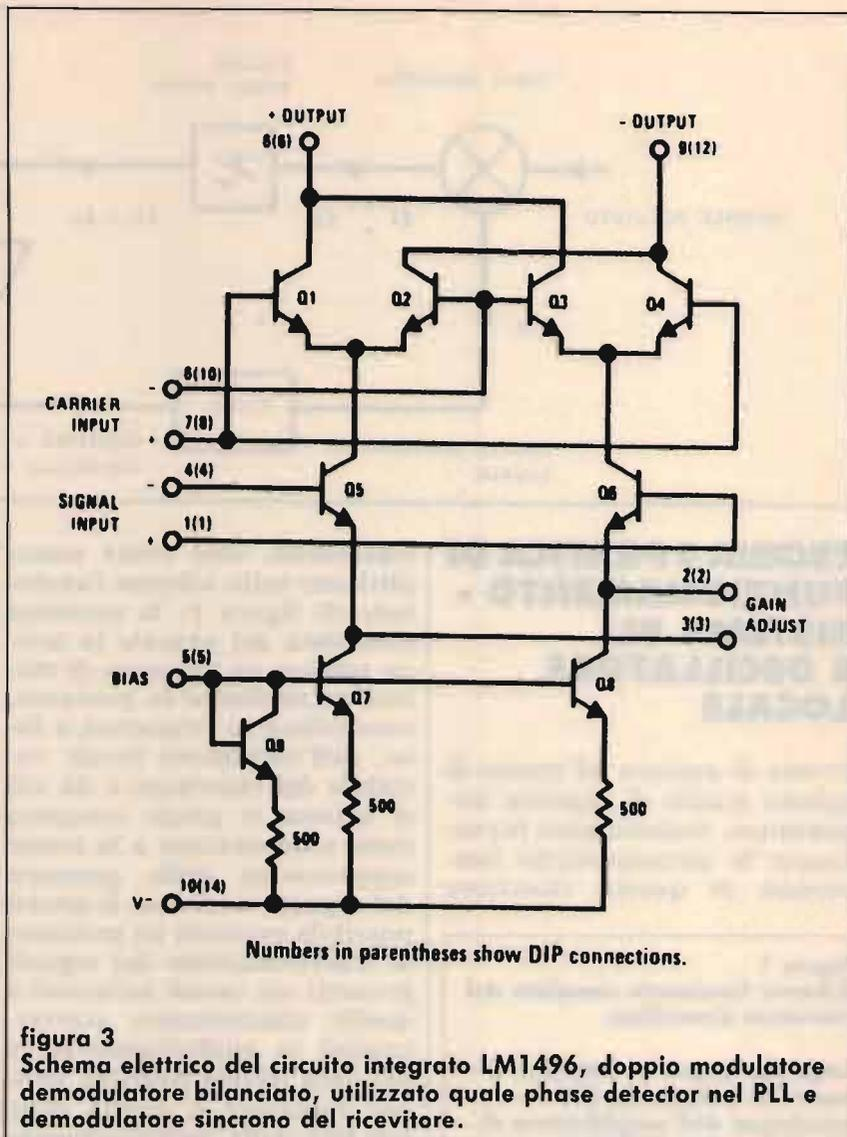

figura 3
li è senza dubbio quello che sfrutta le funzioni del modulatore-demodulatore bilanciato e più esattamente quelle del circuito integrato LM(MC) 1496, illustrato nella figura 3. Si tratta di un **doppio modulatore-demodulatore bilanciato** che produce, in uscita, una tensione proporzionale al prodotto tra una tensione in entrata (segnale in arrivo) e un segnale di commutazione (portante dell'oscillatore locale), esemplificato dal circuito base del rivelatore a commutazione presentato nella puntata precedente. Può quindi essere agevolmente sfruttato quale **elemento comparatore della fase di due segnali presenti in entrata**, ovvero del segnale ricevuto (signal input) e della portante dell'oscillatore locale del ricevitore (carrier input), che definiremo rispettivamente con "f1" e "f2". All'uscita del comparatore sarà così presente una forma d'onda complessa, **contenente le frequenze equivalenti alla somma e alla differenza tra le frequenze dei due segnali in entrata** ($f_1 + f_2$). Mediante un filtro passa-basso verrà eliminata la frequenza equivalente alla somma tra le frequenze dei due segnali, ottenendo così **solamente la frequenza equivalente alla differenza** tra quelle dei due segnali in entrata ($f_1 - f_2$). Qualora la differenza di frequenza tra quelle dei due segnali (segnale ricevuto e portante dell'oscillatore locale) in entrata risultasse molto piccola, si verificherà una conseguente variazione della tensione in uscita che, da un **potenziale positivo, raggiungerà il valore di zero e un successivo potenziale negativo, ripetendo nuovamente tale ciclo che può essere paragonato al mutare del valore istantaneo della fase relativa ai due segnali e che assumerà rispettivamente la condizione di sincronismo, di quadratura, di fuori fase** e così via. Se la tensione variabile
tura è quella di pilotare il demodulatore 1496 che, grazie a questa sua possibilità operativa, aiuta a garantire la simmetria d'aggancio nel loop; della funzione generica del phase detector abbiamo trattato pocanzi, vediamo ora di riassumere le funzioni proprie del 1496 avvalendoci dell'analisi dello schema elettrico di questo circuito integrato, illustrato nella figura 3. Il segnale in arrivo viene applicato alle basi dei due transistor Q_5-Q_6 , connessi a due separate sorgenti a corrente costante ad alta impedenza dinamica, costituite dai transistor Q_7-Q_8 ; ciò consente di ottenere il guadagno di conversione e la possibilità di controllare il bilanciamento interno, mediante una resistenza esterna (fissa o variabile) connessa ai terminali "gain adjust" e normalmente molto bassa rispetto all'impedenza delle due sorgenti a corrente costante ma ele-